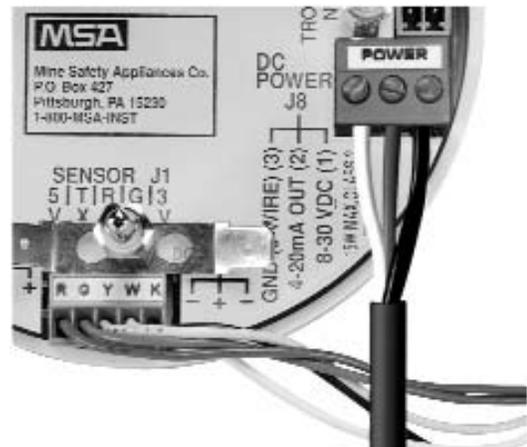

Figura 2
3. Conecte el cable de alimentación de 8 a 30 VCC a J8-1 (FIGURA 2).